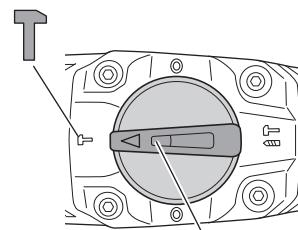

Fig. 7
(1) Commutation sur "percussion"
- Alignez ▲ du levier du sélecteur et **T** du couvercle de la manivelle comme illustré à la Fig. 7.